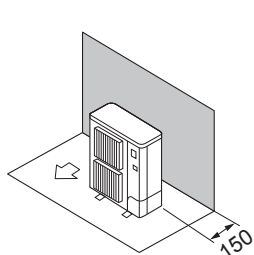

Fig. 2-3
- ① Alleen obstakels aan de achterzijde (Fig. 2-3)